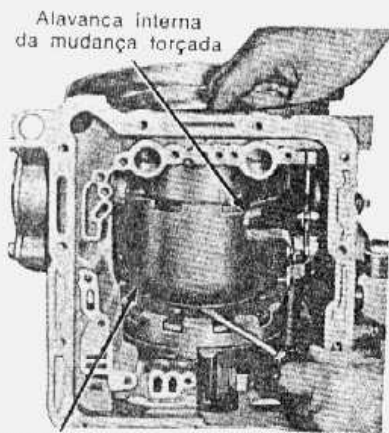
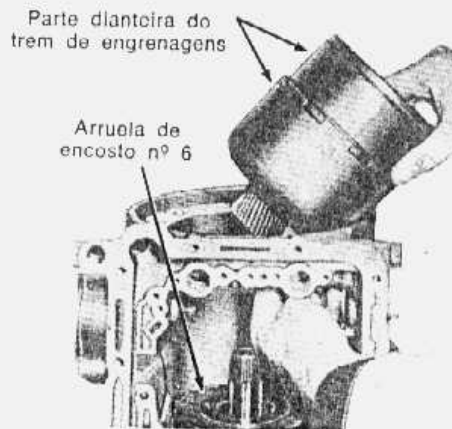

fig. 45 — remoção do tambor impulsor e trem de engrenagens
fig. 46 — remoção e instalação da parte dianteira do trem de engrenagens
12. Introduzir uma chave de fenda entre o tambor impulsor e o suporte das planetárias traseiras (fig. 45) e levantar o tambor e remover a parte dianteira do trem de engrenagens, como um conjunto (fig. 46).
25. Remover o tambor da cinta de marcha-à-ré e baixa (fig. 46).